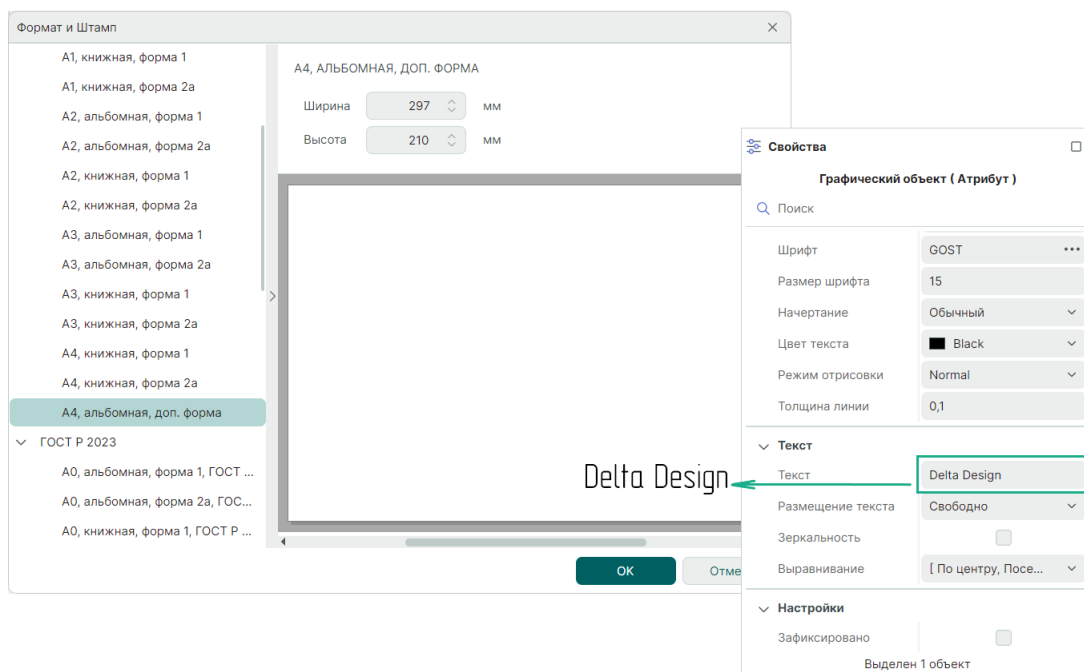

Рис. 84 Отображение атрибута при выборе формата листа проекта
- Текст — текстовое содержание атрибута. При заполнении данного пункта атрибут будет отображаться в окне предварительного просмотра формата листов, см. Рис. 84.